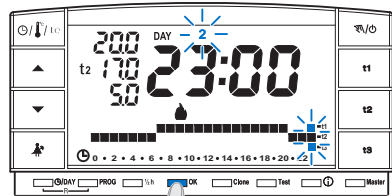

Abb. 16
- Nachdem das gesamte Tagesprofil beendet ist, **OK** betätigen, um das Programm abzuspeichern. Anschließend mit der Veränderung des entsprechenden Profil an einem anderen Tag fortfahren, oder die Taste **OK 4 Sekunden** lang gedrückt halten, um das neue Wochenprogramm zu speichern (Abb. 16).